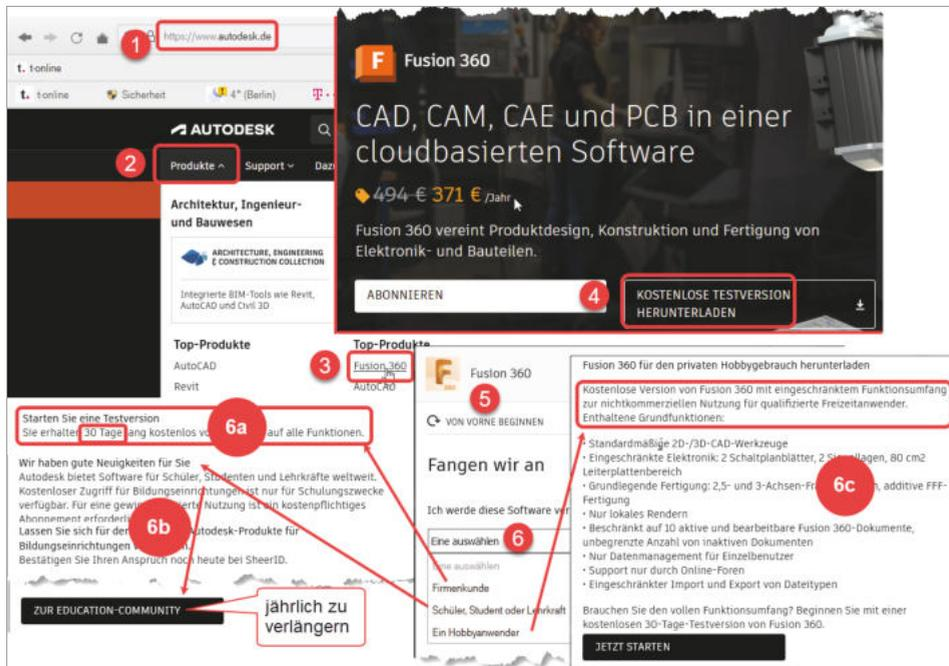

Abb. 1.1: Fusion 360 beschaffen
Die Software FUSION 360 können Sie über die Autodesk-Homepage unter [www.autodesk.de](http://www.autodesk.de) ①, ②, ③ dauerhaft abonnieren (Abbildung 1.1 ④).
Alternativ können Sie die Software 30 Tage lang erst einmal kostenlos testen (Abbildung 1.1 ④, ⑤, ⑥a).
Als *Student* oder *Auszubildender* können Sie die Software zu Studienzwecken kostenlos nutzen, solange Sie jährlich Ihre Berechtigung nachweisen (Abbildung 1.1 ④, ⑤, ⑥b). Dazu müssen Sie sich zunächst bei Autodesk anmelden und eine Bescheinigung Ihrer Ausbildungsstätte zufaxen. Nach Akzeptierung durch Autodesk können Sie dann die Software herunterladen.
Es gibt auch für *Hobby-Anwender* eine Möglichkeit, die Software gratis zu nutzen (Abbildung 1.1 ④, ⑤, ⑥c). Dazu müssen Sie sich registrieren lassen und erhalten eine im Funktionsumfang etwas eingeschränkte Version.